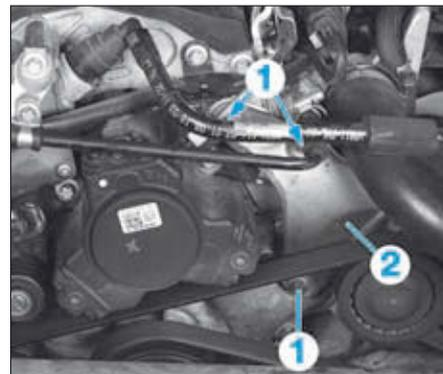

FIG. 34
- Déposer (Fig.34) :
- les vis (1),
- l'écran thermique (2).